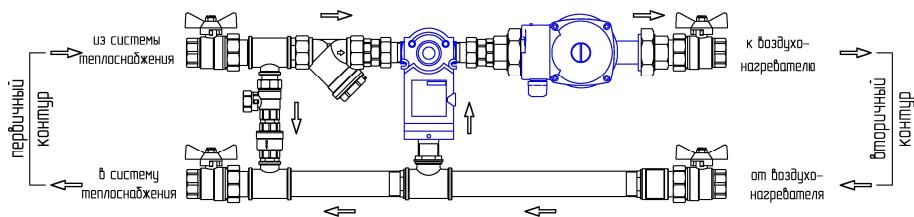

Рис.1 Смесительный узел SUM(H)
Смесительные узлы серии SUM(H) применяются в системах вентиляции для регулирования мощности водяных нагревателей посредством 3-ходового клапана с приводом, который обеспечивает смешивание прямого и обратного теплоносителя. Данная схема обеспечивает постоянный расхода теплоносителя во вторичном контуре (рис.1)